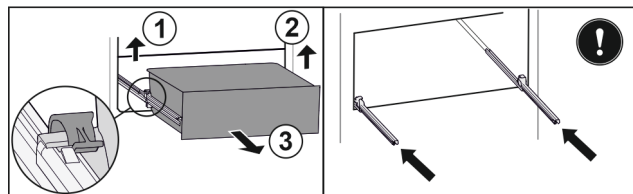

Fig. 143
- Zvedněte levou svorku a současně vytáhněte zásuvku vlevo dopředu. Fig. 143 (1)
- ▶ Zvedněte pravou svorku a současně vytáhněte zásuvku vpravo dopředu. Fig. 143 (2)
- ▶ Vyjměte zásuvku dopředu. Fig. 143 (3)